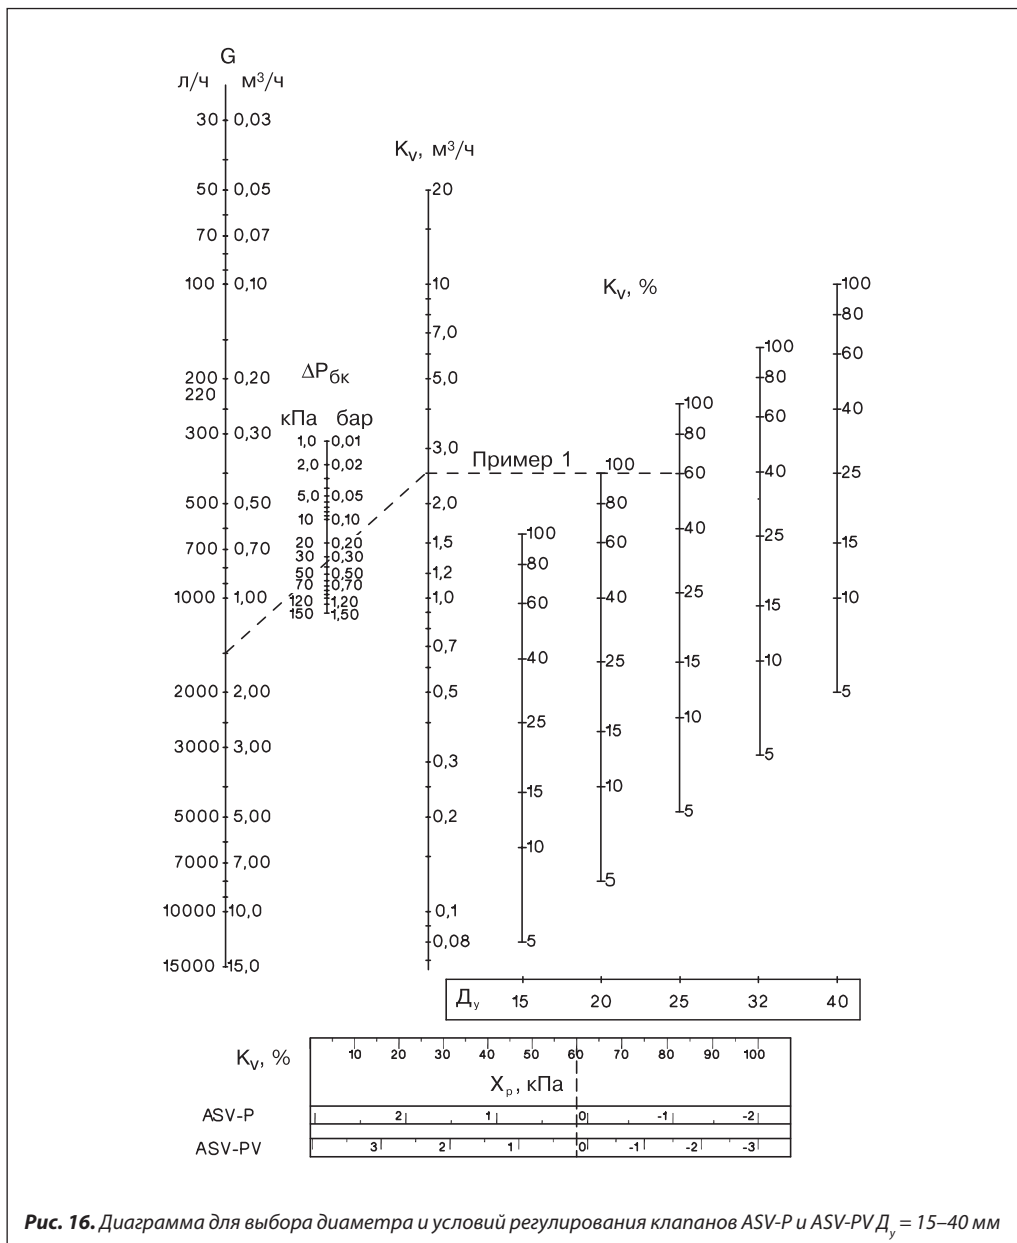

Рис. 16. Диаграмма для выбора диаметра и условий регулирования клапанов ASV-P и ASV-PV $D_y = 15-40$ мм
6. Условия работы клапана определяются на диаграмме на рис. 16 (стр. 19). Для этого точка $1,5 \text{ м}^3/\text{ч}$ на шкале расхода G соединяется линией с точкой 0,36 бар на шкале потерь давления в балансировочном клапане $\Delta P_{\text{БК}}$. Затем линия продлевается до шкалы K_v , где читается требуемая пропускная способность клапана ASV-PV, равная $2,5 \text{ м}^3/\text{ч}$. Далее от этого значения K_v проводится горизонтальная линия до пересечения с вертикальной шкалой значений K_v в % для клапана принятого диаметра $D_y = 25 \text{ мм}$, где степень его открытия составляет 60%. На шкале внизу диаграммы напротив величины K_v в % можно найти величину зоны пропорциональности $X_p = 0,2 \text{ кПа}$ (0,002 бар) для выбранного клапана при заданных условиях работы.